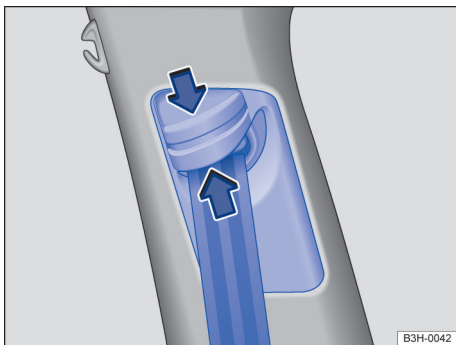

Fig. 32 Ao lado dos bancos dianteiros: regulagem de altura do cinto de segurança.
- Pressionar o dispositivo regulador no sentido das setas e mantê-lo pressionado → Fig. 32.